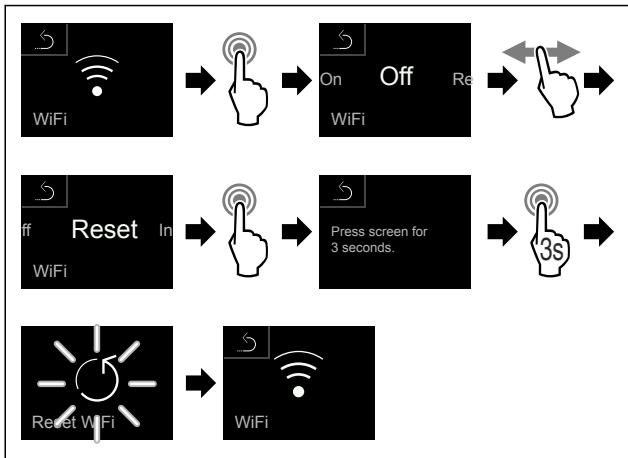

Fig. 98
- Obavite korake postupka (pogledajte Fig. 98).